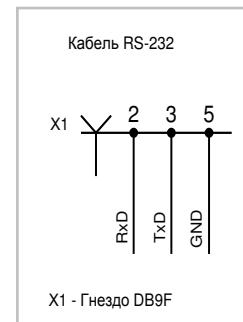

Рисунок 5
1) Подключите адаптер к компьютеру кабелем (кабель в комплект поставки не входит, схема кабеля приведена на рис. 5): контакт 2 гнезда X1 кабеля (цепь «RxD») должен быть подключен к контакту «TxD» зажима «RS-232» платы адаптера, контакт 3 гнезда X1 кабеля (цепь «TxD») – к контакту «RxD» зажима «RS-232» платы, контакт 5 гнезда X1 кабеля (цепь «GND») – к контакту «GND» платы.